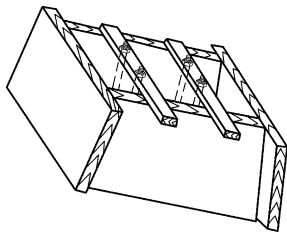

图 2-3 模板的制作
4) 制作模板。用厚 15mm 左右的木板钉成框架,模板上部用木材制成悬挂地脚螺栓的架子,并根据电动机底脚尺寸在架子上开四个孔,如图 2-3 所示。